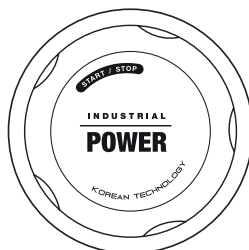
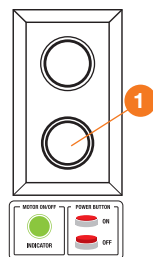

Рис. 5
Рис. 5.1
- Переверните выключатель на мойке в положение **START** (Рис. 5) или нажмите на кнопку включения **1** на модели **DAW 990SW-3** (Рис. 5.1). Двигатель начнет работать создавая давление в системе, при достижении максимального значения давления двигатель остановится.
- Переведите выключатель в положение **STOP** (Рис. 5) или нажмите на кнопку выключения ① на модели **DAW 990SW-3** (Рис. 5.1).